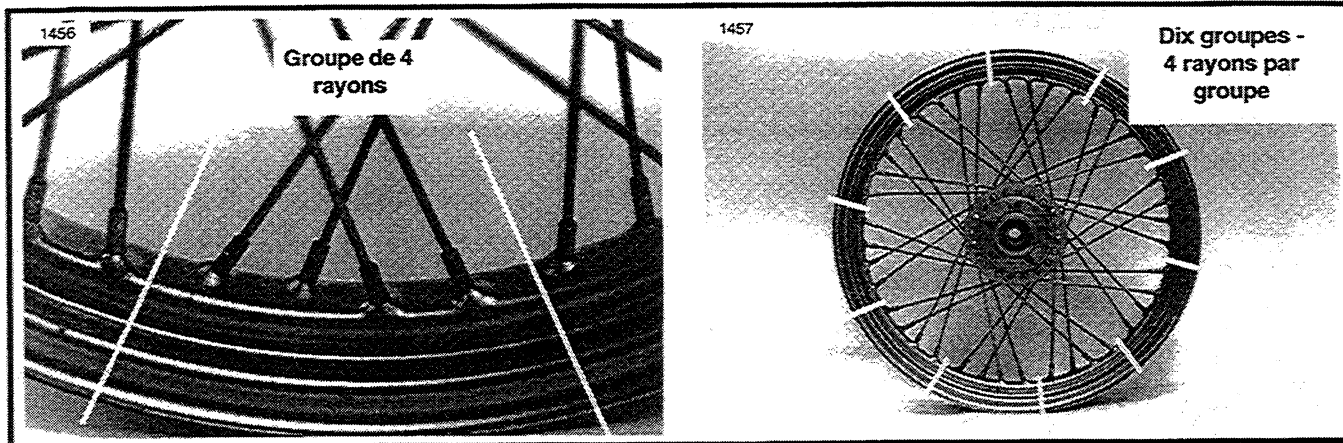

Figure 2-13. Groupement des rayons
- Voir Figure 2-13. La jante possède 10 groupes de trous pour rayons, 4 trous par groupe. Chaque groupe a 2 trous sur la gauche et 2 trous sur la droite, orientés vers l'intérieur et les uns vers les autres. Seulement un trou par groupe sera orienté vers le rayon intérieur (à tête longue) de la collerette inférieure. Croisez tous les rayons intérieurs de la collerette inférieure dans ces trous. Fixez chaque rayon à l'aide d'un écrou vissé sur l'extrémité. Vissez de 3 tours.